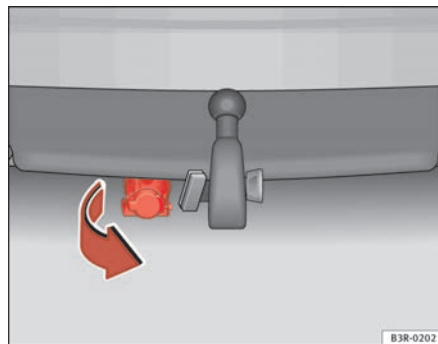

Fig. 155 Paraurti posteriore: Abbassare la presa di corrente del rimorchio
- Per poter collegare i cavi del rimorchio, abbassare la presa di corrente che si trova sotto il paraurti posteriore ⇒ fig. 155.